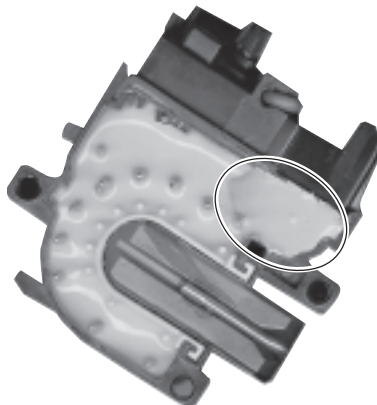

Рис. 3. Углубление на месте нижнего вывода, залитое герметиком
- Удалить опилки из отверстия; обезжирить отверстие и участок корпуса вокруг него с помощью спирта, затем заполнить отверстие и участок вокруг него автогерметиком (см. рис. 3). Кроме этого, если на корпусе ТДКС, в районе расположения высоковольтного конденсатора, имеются трещины, их также следует залить герметиком.